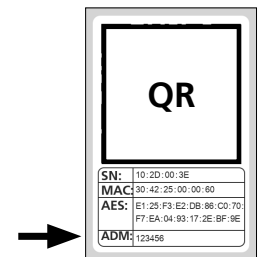

Abb. 9
- ! **Hinweis:** Den zufallsgenerierten Administratorcode finden Sie auf dem beiliegenden QR-Code Aufkleber unter „ADM“ (Abb. 9). Sie können den Administratorcode zu einem späteren Zeitpunkt jederzeit ändern. Eine Erklärung dazu finden Sie in der Hauptanleitung auf unserer Webseite (siehe Link auf der Titelseite).